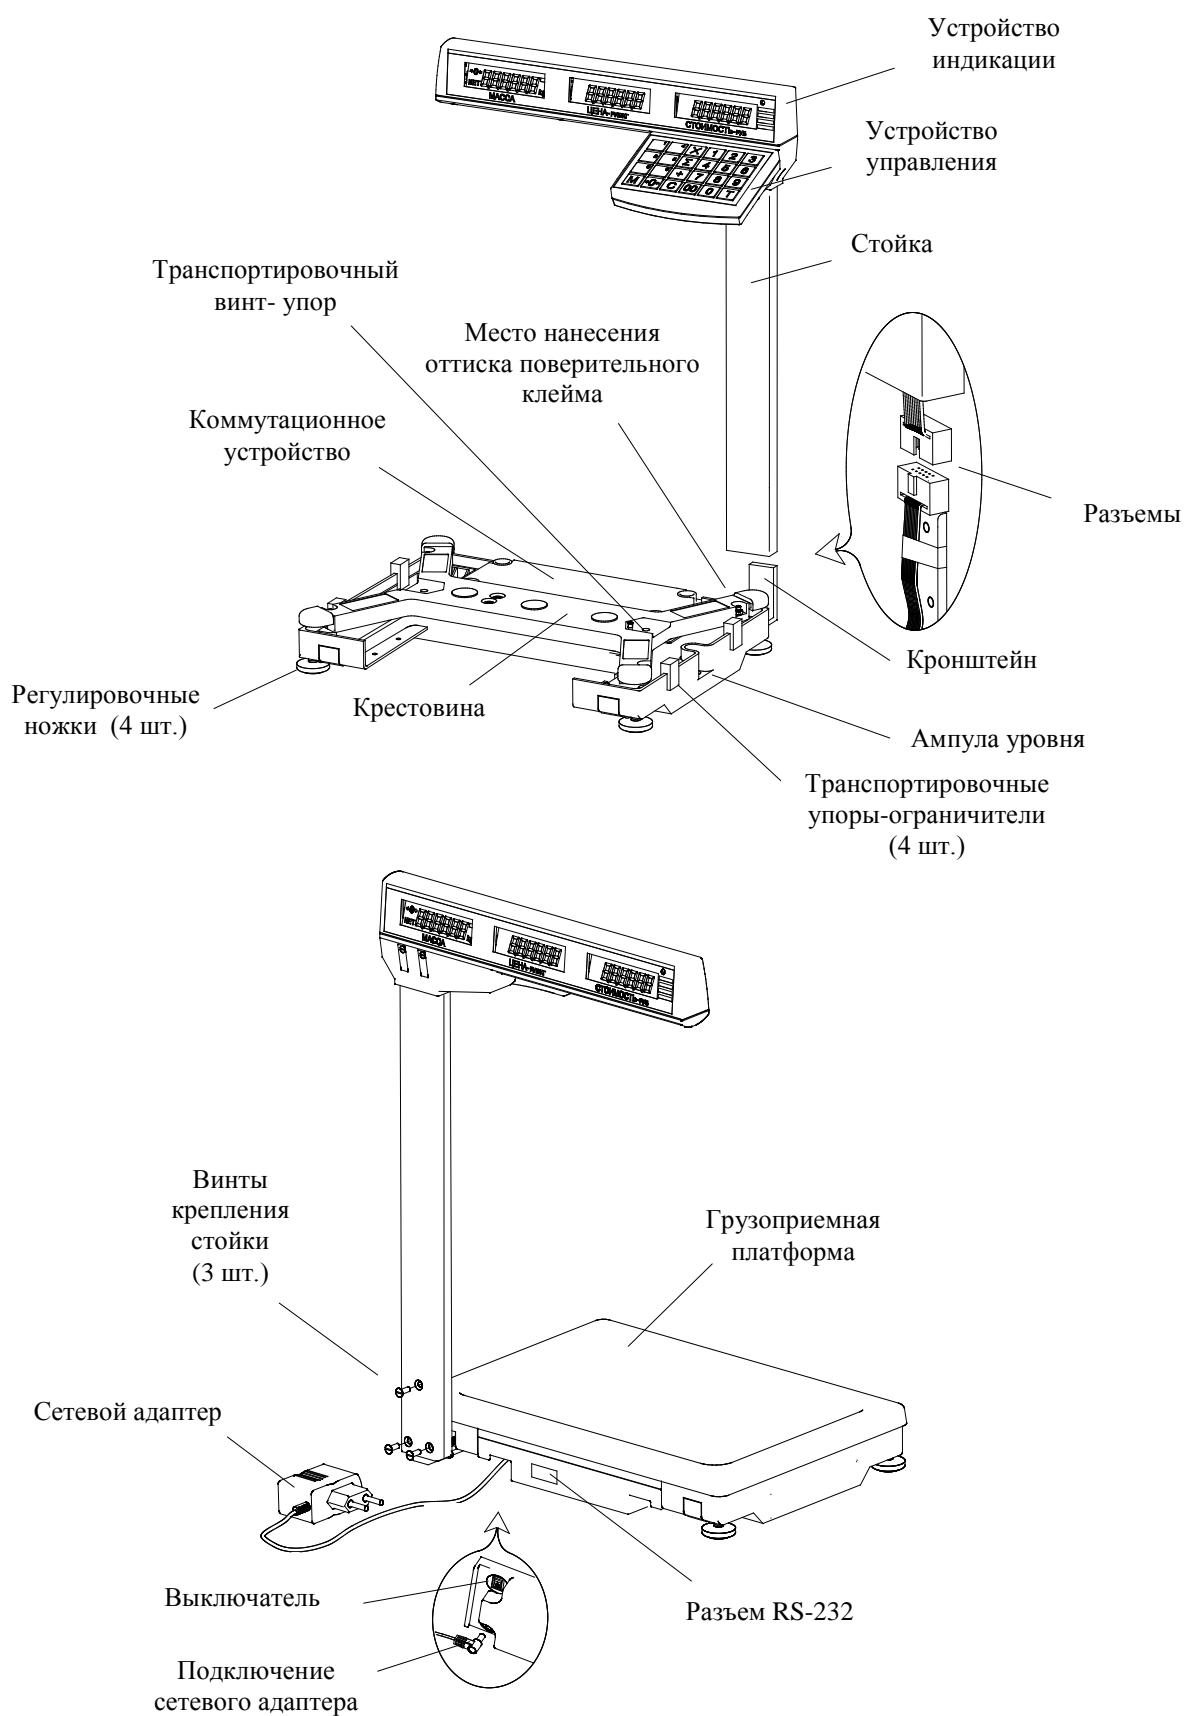

Рис. 5.1- Весы МК\_ТВ
Конструкция весов представлена на Рис. 5.1, Рис. 5.2.
6.2 Снять грузоприемную платформу с весов и убрать транспортировочные упоры - ограничители (Рис. 5.1, Рис. 5.2).